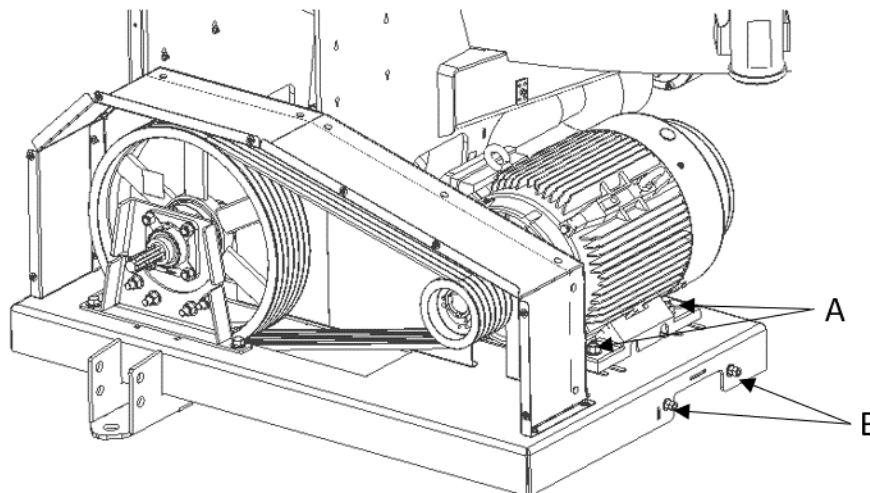

Figure 37 — Réglage de la tension des courroies
1. Dévissez légèrement les quatre (4) écrous à la base du moteur (Figure 37, repère A).
2. Vissez ou dévissez les deux (2) écrous sur le côté du tablier (Figure 37, repère B) pour ajuster la tension des courroies. Dévisser les écrous réduit la tension et visser les écrous l'augmente. Les deux écrous devraient être vissés ou dévissés du même nombre de tours pour que la tension soit égale sur toute la largeur des courroies et sur toutes les courroies.
4. Vissez les quatre (4) écrous à la base du moteur (Figure 37, repère A) pour fixer le moteur en place.